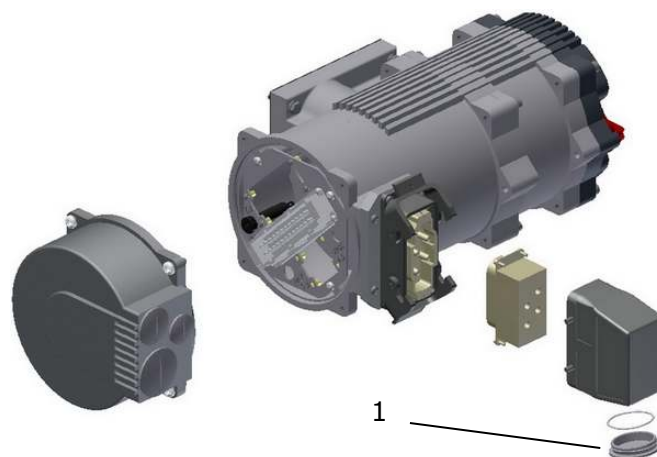

Bild 14: Zusatzstecker bei Baugröße 2, 1... M40x1,5
- Baugröße 2: Der Anschluss der Steuerleitung erfolgt wie bei Baugröße 1, die Spannungsversorgung erfolgt über einen zusätzlichen Leistungsstecker (siehe Bild 14), beide mit Schraubanschluss (Optional ist der Anschluss der Steuerleitung auch in Crimp- oder Käfigzugfederausführung erhältlich).